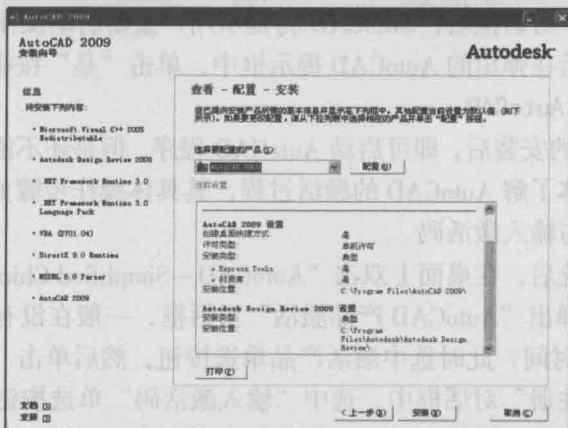
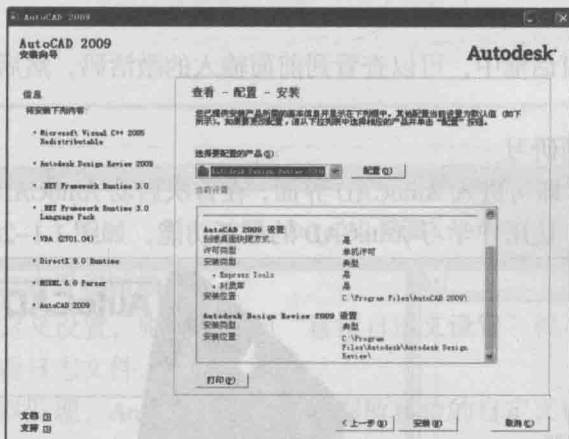

图 1.1-23 开始安装 AutoCAD
图 1.1-24 开始安装 Autodesk Design Review
①开始“安装”。返回到查看配置文件步骤，仔细查看所设置的安装配置是否有误，然后单击“安装”按钮，开始安装程序，如图 1.1-23 和图 1.1-24 所示。